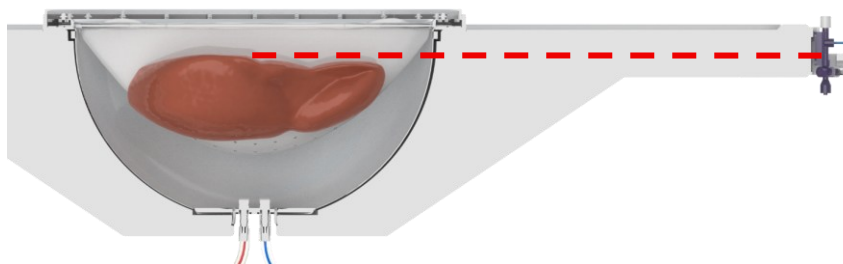

Figure 28 : Hauteur du foie par rapport au capteur de pression
- Notez que le foie est soutenu par le filet et le liquide contenu dans le réservoir. Pour garantir une mesure précise de la pression, alignez la hauteur du foie sur le capteur de pression, comme illustré dans la Figure 28. L'extrémité de la canule doit être à la même hauteur que le centre du capteur de pression.